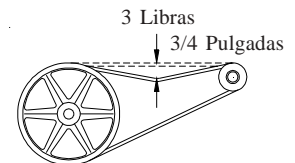

Fig. 4
• **Compruebe la tensión de la correa.** Una fuerza de 3 libras debe desviar la correa 3/4 pulgadas (véase fig. 4). Ajuste la correa si es necesario.